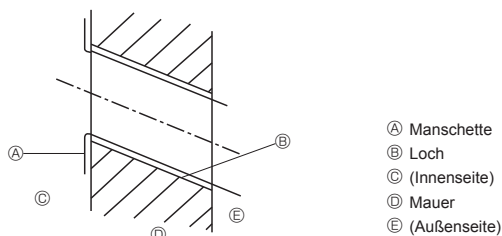

Fig. 3-3
- ① Lochmitte
3.2.2. Die Löcher für die Rohrleitung bohren (Fig. 3-3)